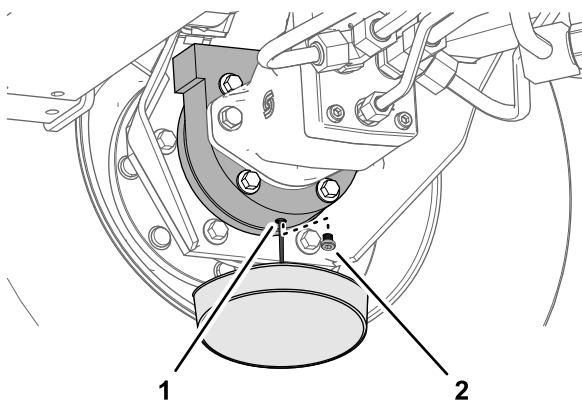

**Figure 61**
2. Enlevez le bouchon de remplissage de la position 12 heures et le bouchon de contrôle de la position 3 heures (Figure 61).
3. Placez un bac de vidange sous le moyeu du train planétaire, enlevez le bouchon de vidange à la position 6 heures et vidangez toute l'huile (Figure 61).
5. Insérez le bouchon de vidange dans l'orifice de vidange du carter de train planétaire (Figure 61).